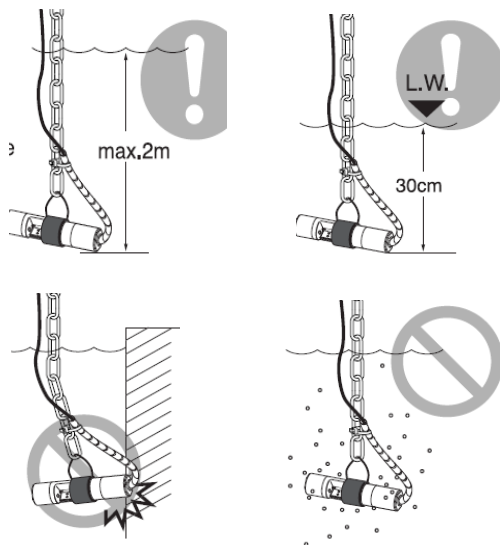

图 2-1 安装注意事项示意图
- 4) 探头不应自由漂浮在水中，应采用硬连接相对固定。以免测量窗口磨损，以及转刷磕碰损坏等。如图 2-1 所示。
- 5) 传感器测量面距离池底最少保持 10 cm 的距离；且传感器主体距离池壁 5cm 以上，以减少底部可能产生的淤积物对测量的影响。水面以下 30cm-200cm 为最佳。如图 2-1 所示。
- 6) 尽量避免测量溶液中有气泡，如图 2-1 所示。